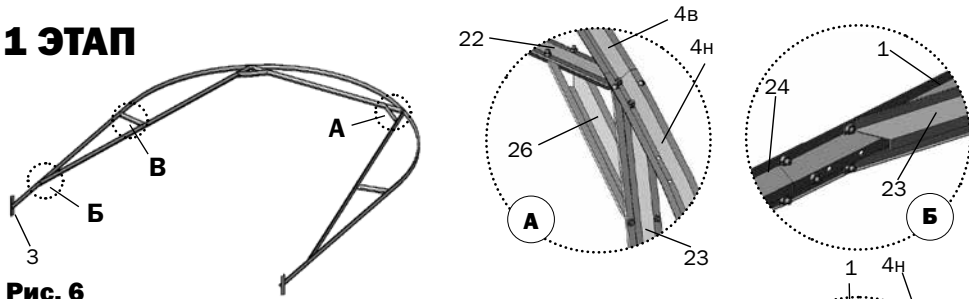

Рис. 6
2. Выполняйте сборку в соответствии с фотографиями этапов сборки и узлов, представленными на **рис. 6...14**.